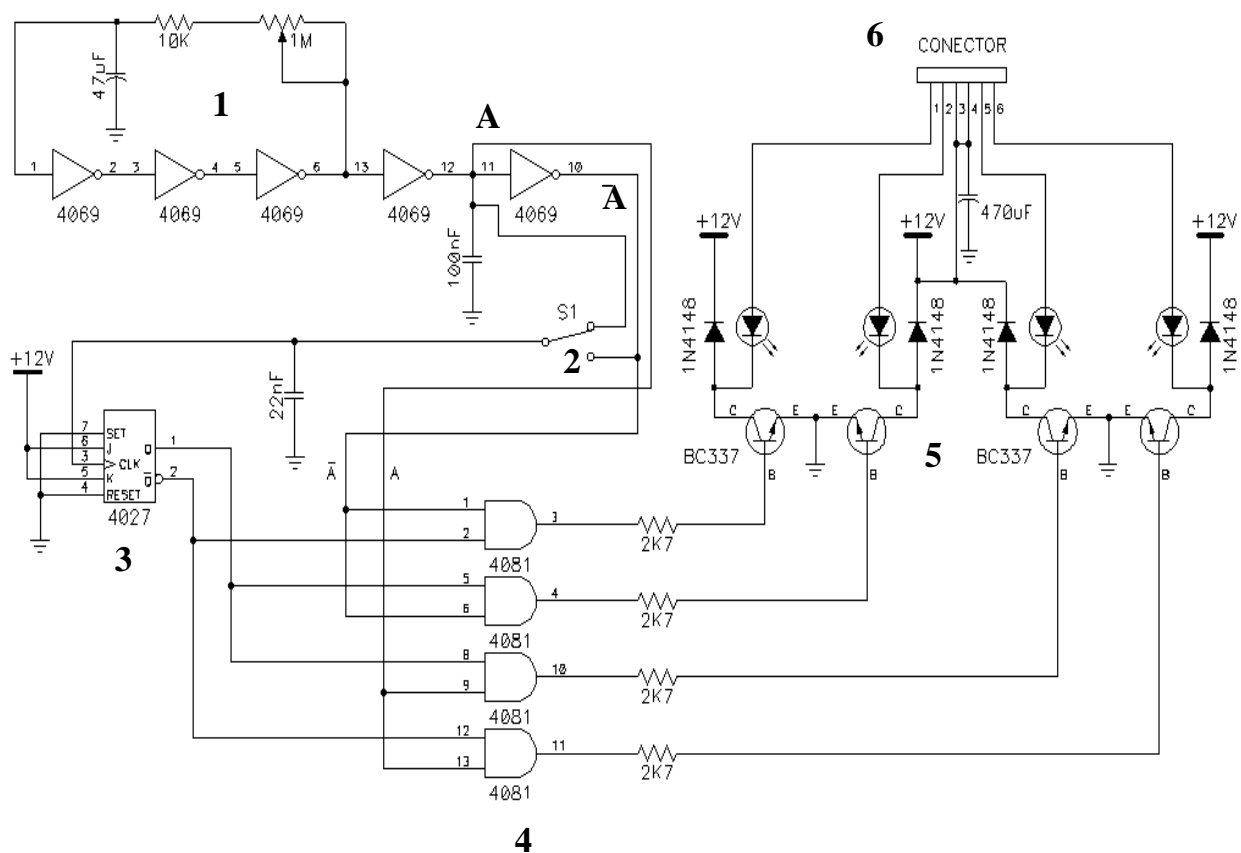

Figura 15
- ◆ Observe o seu funcionamento utilizando o circuito de controle esquematizado na figura 15.